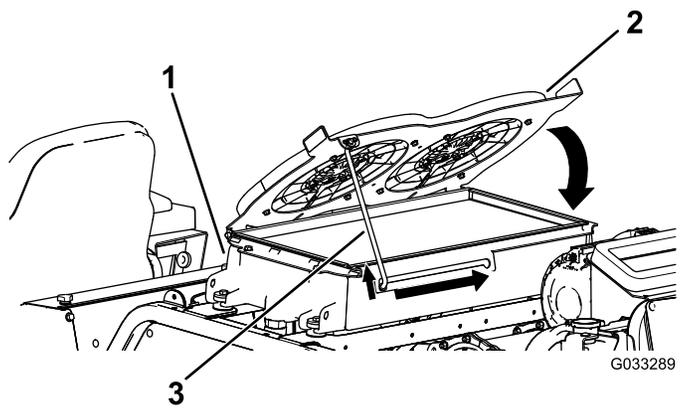

図 117
4. 油圧オイルクーラ下に倒して支え棒で支える (図 117)。